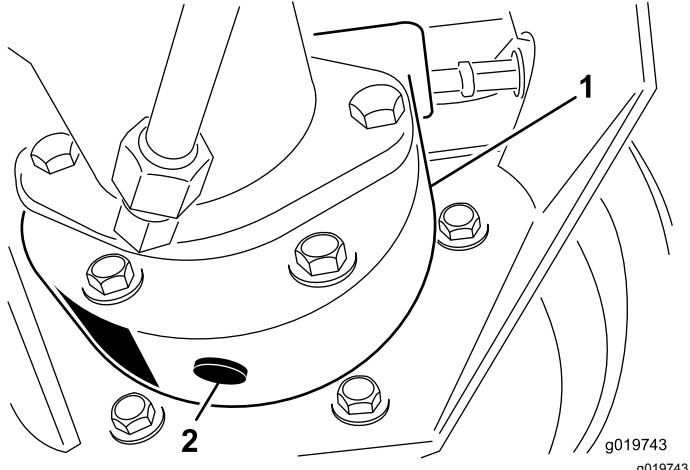

図 67
3. ブレーキハウジングの下に容器を置き、プラグを外してオイルを抜く図 67。